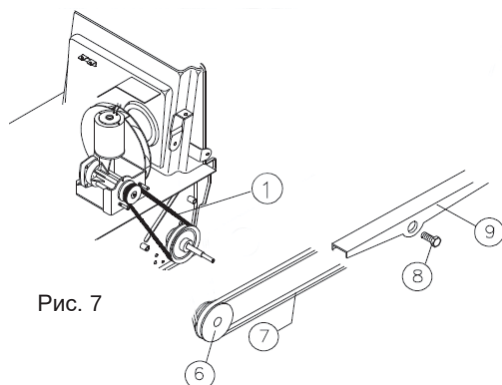

Рис. 7
- Снимите ремень (поз. 7, рис. 7) со шкива (поз. 6, рис. 7).
- Открутите штифт крепления (поз. 8, рис. 7) и освободите скобы на боковом кронштейне (поз. 9, рис. 7) со стороны Зубчатого направляющего ролика.
- Снимите ремень (поз. 7, рис. 7) с бокового кронштейна (поз. 9, рис. 7).
- Снова присоедините боковой кронштейн (поз. 9, рис. 7) к Зубчатому направляющему ролику.
- Снова Затяните штифт (поз. 8, рис. 7).
- Снова установите ремень (поз. 7, рис. 7) на шкив (поз. 6, рис. 7).
- Снимите ремень (поз. 1, рис. 7).